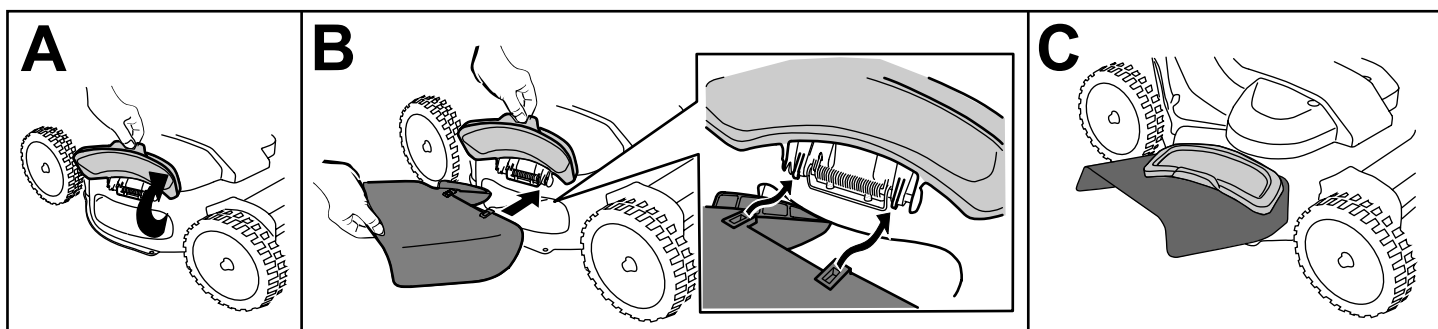

Figure 22
1. Soulevez et ouvrez le volet d'éjection latérale (A de Figure 22).
2. Montez la goulotte d'éjection latérale et fermez le volet sur la goulotte (B et C de Figure 22).